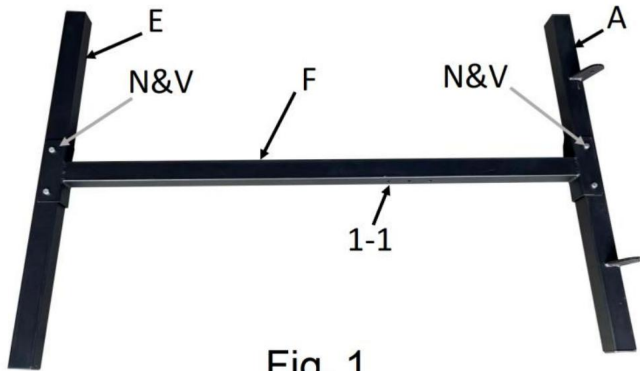

Fig. 1
1. Monteer de basispoot (E) en het basisframe (A) aan de verbindingskolom (F). Steek het uiteinde van de verbindingskolom (F) in het basisframe en de basispoot (E) en lijn de boutgaten uit. De hoogteverstelgaten (Fig.1 1-1) bevinden zich op de binnen. Bevestig elk onderdeel met een framebout (N) en borgmoer1 (V).